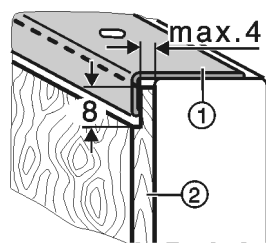

Fig. 40
- Silnější dekorační desky Fig. 40 (2) podle obrázku odstupňujte na maximální tloušťku 4 mm.